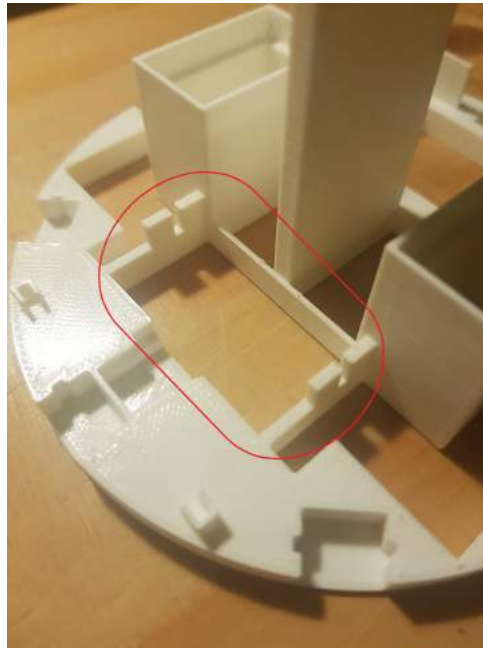

FIGURE 1 – Emplacement pour la fixation du prismino et de son shield
1. Fixer le prismino et son shield par serrage à l'emplacement prévu à cet effet (cf figure 1).